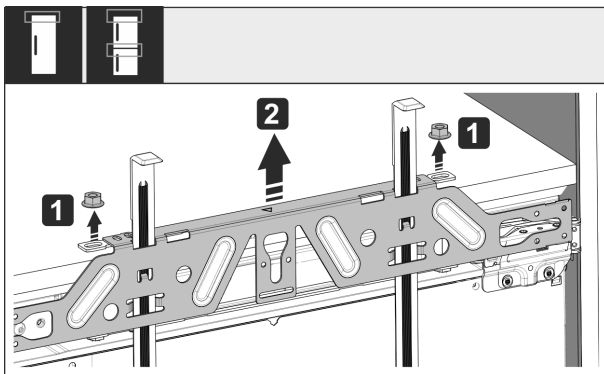

Fig. 51
- Shtrëngoni kundërdadot Fig. 51 (1).
- Hiqni traversën e mbërthimit Fig. 51 (2).